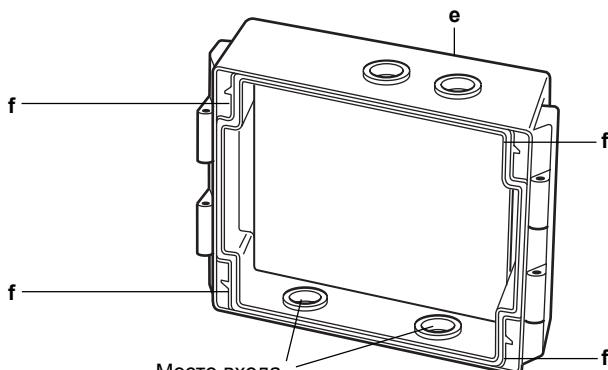

Рис. 3
7. Задняя часть 'e' устанавливается на стене и крепится четырьмя винтами 'f' (Рис. 3).